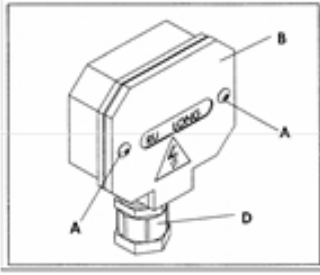

Рис. 2.3
1. Открутите два винта (А), снимите крышку клемной коробки (В). См. рисунок 2.3.